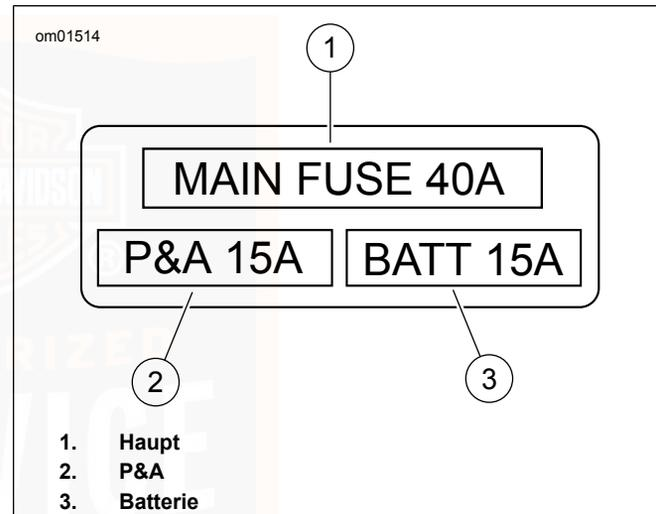

Abbildung 56. Sicherungsblock
Siehe Abbildung 56. Das Motorrad hat folgende drei Sicherungen, die die elektrischen Systeme schützen.
2. Siehe Abbildung 56. Fehlerverdächtige Sicherung durch eine **neue** Sicherung ersetzen.